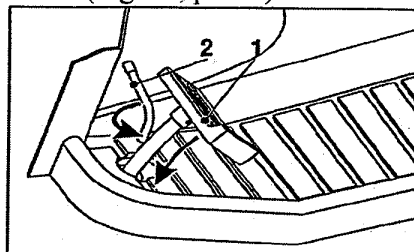

Fig. 15
3. Appuyer à fond sur la pédale de frein, et la maintenir (Fig. 15, pos. 1).
FREIN (Fig. 15)
Le levier de frein de parking est utilisé pour bloquer la pédale de frein en position frein (Fig. 15; pos. 2).
A l'arrêt, enfoncer la pédale de frein et la bloquer (Fig. 15, pos. 1 et 2)